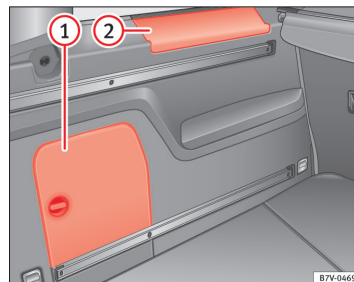

Fig. 114 I bagagerummet: opbevaringsrum i siden
I siden af bagagerummet er der yderligere opbevaringsrum ⇒ Fig. 114 ① og ②. For at åbne opbevaringsrummet ① skal du dreje snaplåsen med uret. For at åbne opbevaringsrummet ② skal du klappe afdækningen opad. ►